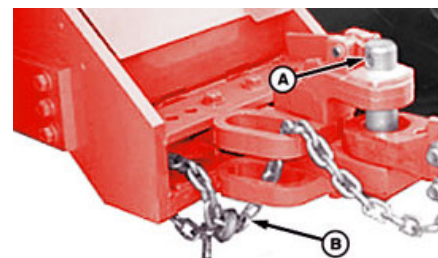

Рисунок 5. Встановлення страхувального ланцюга:
9. Заднім ходом підігнати трактор до посівного агрегату і за допомогою пальця (А) (рисунок 5) приєднати причіпну скобу сівалки-культиватора до тягової серги трактора. Переконавшись, що палець зафіксовано надійно, встановити страхувальний ланцюг В.